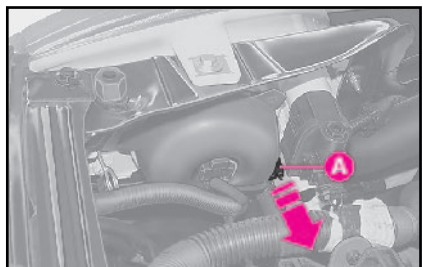

fig. 15
1) dégager le porte-lampe **A**-fig. 15, en le faisant tourner légèrement pour faciliter le décrochage;